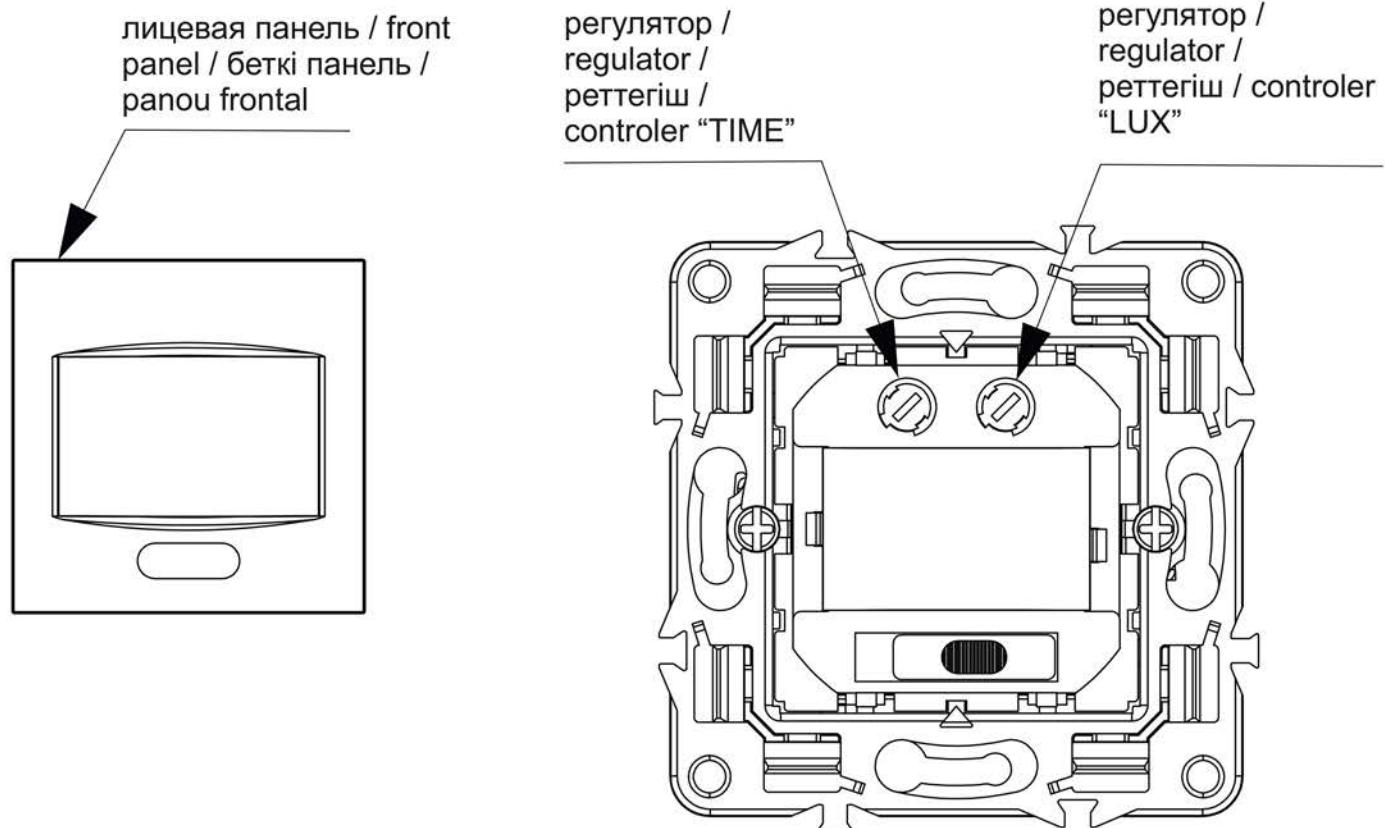

Рисунок 3 – Конструкция датчика движения / Figure 3 – Motion sensor design / 3 сурет – Қимыл датчигінің құрылымы / Figura 3 – Designul senzorului de mișcare
**Установка и подключение датчика:** снимите лицевую панель с основания датчика, поддев её отвёрткой с прямым шлицем (рисунок 3). Выполните подключение датчика и нагрузки в соответствии со схемами, представленными на рисунке 4. Установите механизм в монтажную коробку, закрепите с помощью саморезов или закрутите два винта до надёжной фиксации распорными лапками. Установите на основание датчика лицевую панель до фиксации на защёлках.
Регулятор выдержки времени включения датчика TIME, освещённости LUX находится под лицевой панелью (рисунок 3), которая снимается с помощью отвёртки. Регулировка осуществляется с помощью отвёртки с прямым шлицем: